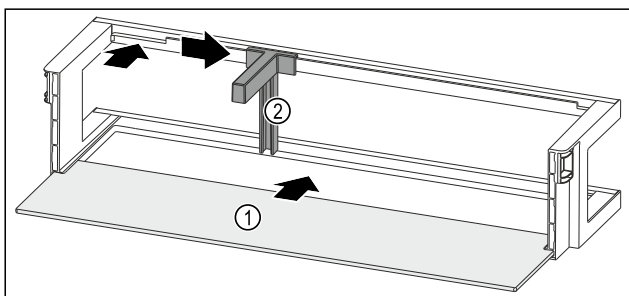

Fig. 96 Balconnet de contre-porte avec tablette de rangement
- ▶ Insérer la tablette de rangement Fig. 96 (1) dans les évidements latéraux.
- ▶ Insérer le porte-bouteilles Fig. 96 (2) dans l'évidement.
- ▶ Pousser le porte-bouteilles Fig. 96 (2) sur le côté en position souhaitée.